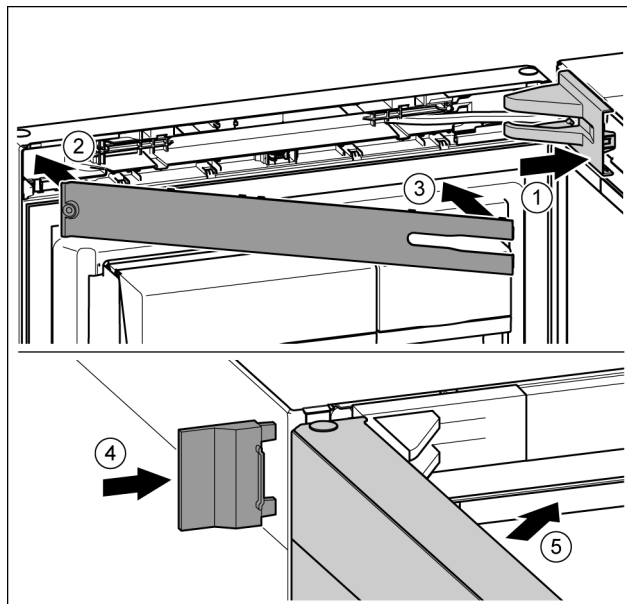

Fig. 43
- ▶ Afdekking van de lagerbus aanbrengen en vastklikken, en indien nodig, voorzichtig uit elkaar drukken. Fig. 43 (1)
- ▶ Paneel aanbrengen. Fig. 43 (2)
- ▶ Paneel naar binnen draaien en vastklikken. Fig. 43 (3)
- ▶ Buitenste afdekking erop schuiven. Fig. 43 (4)
- ▶ Bovenste deur sluiten. Fig. 43 (5)